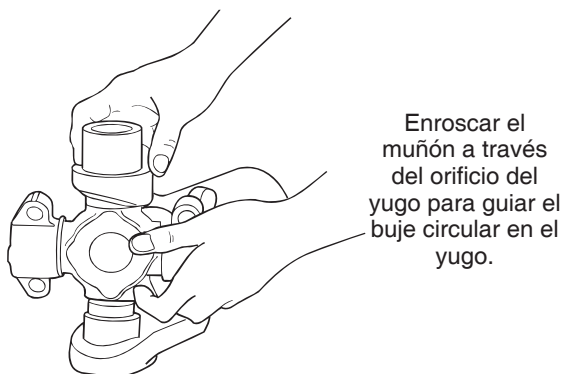

Figura 4.38
7. Posicione el segundo buje en el muñón rosando la cruz a través del orificio del yugo conforme mostrado. Figura 4.38.